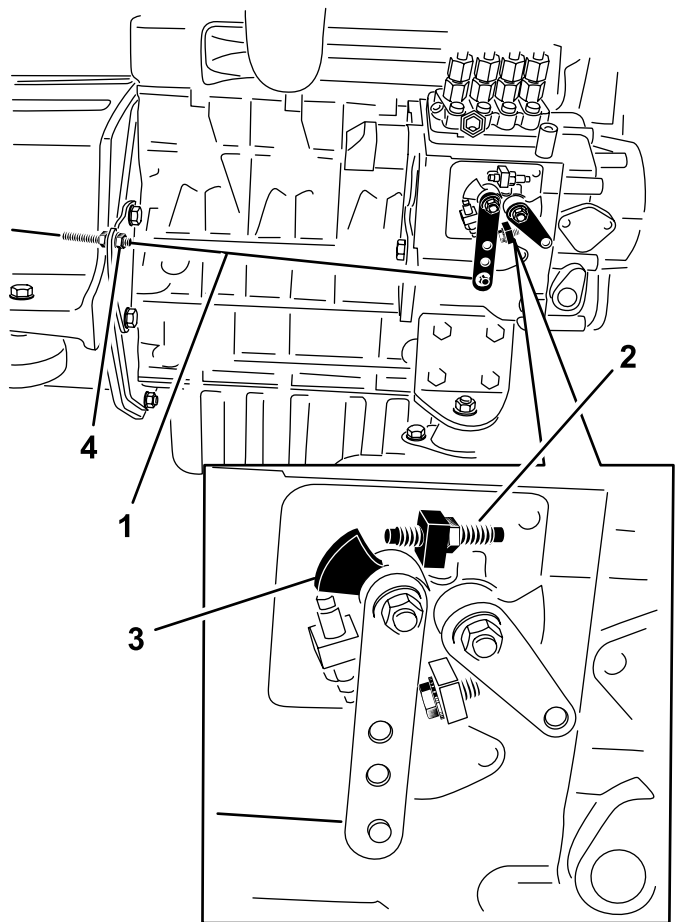

図 33
2. 燃料噴射ポンプについている速度コントロールレバーの位置を確認する。スロットルコントロールレバーをFAST位置ディテント位置にセットした状態で、速度コントロールレバーが高速ねじに接触していれば適正である 図 33。
3. 必要であれば、スロットルコントロールケーブルのジャムナットの位置を調整して、スロットルコントロールレバーがFASTディテント位置にきた時に速度コントロールレバーが高速ねじに接触するようにする 図 33。